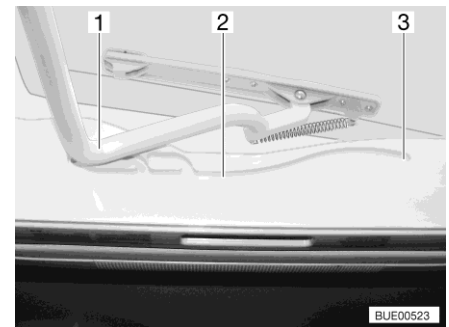

Bild 109 Führung (Heki-Dachhaube)
- Den Bügel (Bild 109,1) in den Führungen (Bild 109,2) bis in die hinterste Position (Bild 109,3) ziehen.
- Den Bügel (Bild 109,1) mit beiden Händen leicht nach oben drücken.
- Den Bügel in den Führungen (Bild 109,2) bis zur gewünschten Stellung ziehen.